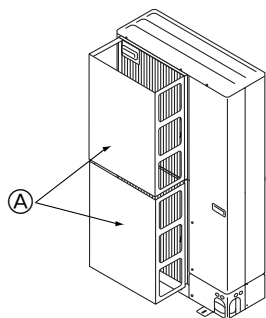

Fig. 2-15
① Monter en luftledeplade (ekstraudstyr), hvis enheden installeres på et sted, hvor kraftig blæst fra stormvejr osv. kan komme direkte ind i luftudblæsningen. (Fig. 2-15)